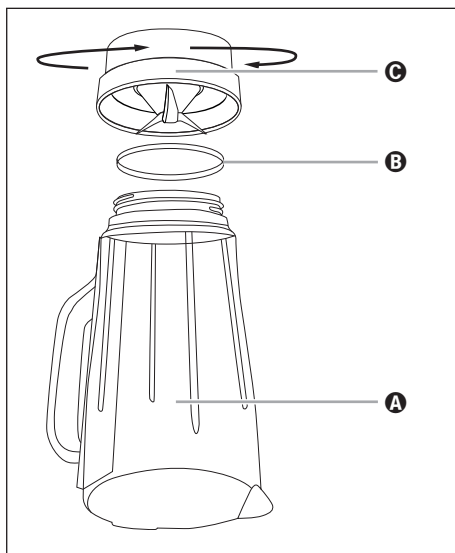

Fig. 4
- 2) Collocare l'apparecchio sulla testa e ruotare la parte di plastica **C** dell'insero mixer **3** in senso antiorario in modo tale che la si possa staccare dalla parte di vetro **A** dell'insero mixer **3** (vedere Fig. 4).